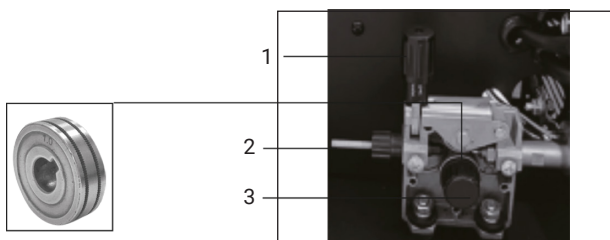

рис.4
12. Установите катушку с сварочной проволокой на шкиф (рис.2 поз. 2) так, чтобы при подаче проволоки катушка вращалась против часовой стрелки, для этого необходимо открутить фиксатор шкива (рис.2 поз.1), установить катушку и зафиксировать ее в обратной последовательности, после чего пропустите сварочную проволоку в механизм подачи (рис. 4):
- открутите фиксатор изменения усилия зажатия (рис.4 поз.1) и откройте прижимной механизм подачи проволоки, отведя его вверх;
- проверьте, чтобы размер канавки ролика на прижимном механизме соответствовал диаметру используемой сварочной проволоки, при необходимости поменяйте положение ролика, открутив фиксатор ролика (рис. 4 поз.3) против часовой стрелки;
- пропустите проволоку внутри направляющей трубки (рис.4 поз.2) и дальше в механизм подачи;
- опустите прижимной механизм и установите необходимое усилие прижима ролика поворотом фиксатора (рис.4 поз.1);